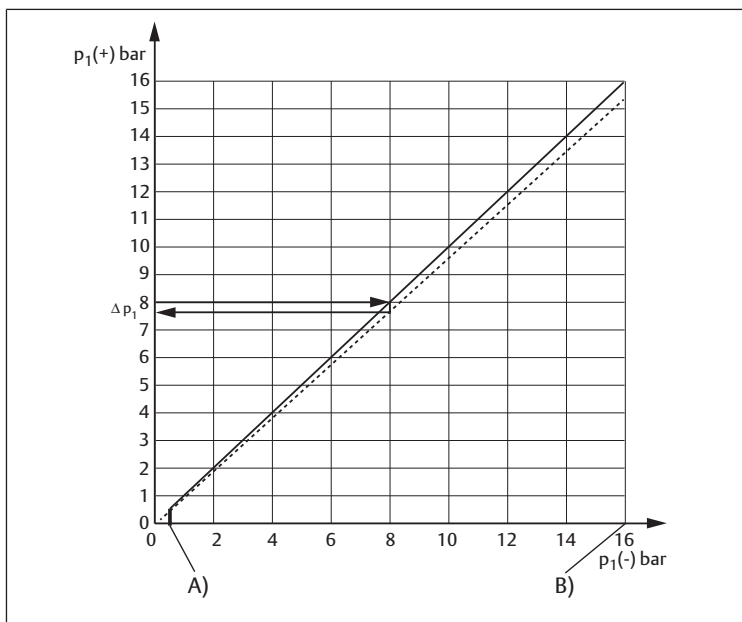

Fig. 9: Caratteristica della pressione di commutazione differenziale (0,2 – 16 bar)
- da 0,2 bar a 16 bar (campo pressione di commutazione min. 0,2 bar in caduta, 0,5 bar in aumento) (ved. → Fig. 9)